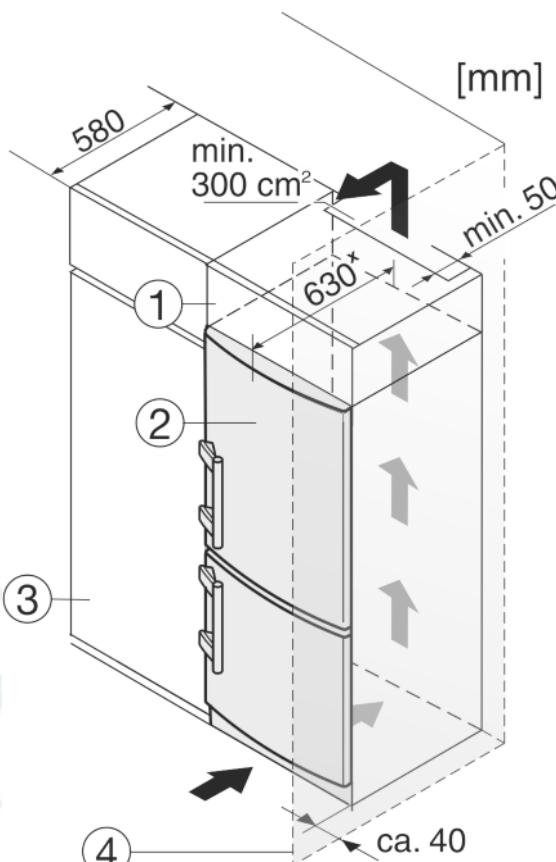

Fig. 9
Устройство может быть окружено предметами кухонной обстановки. Чтобы уравнять устройство Fig. 9 (2) по высоте с кухонной стенкой, можно установить над устройством соответствующий дополнительный шкафчик Fig. 9 (1).
При комбинировании с кухонными шкафами (глубина макс. 580 мм) устройство можно установить непосредственно рядом с кухонным шкафом Fig. 9 (3). Устройство выступает сбоку на 34 ммx и по центру на 50 ммx относительно передней стенки кухонного шкафа.
Если устройство установлено на шарницах у стены Fig. 9 (4), то расстояние между устройством и стеной должно быть не менее 40 мм. Настолько выступает ручка при открытой дверце.